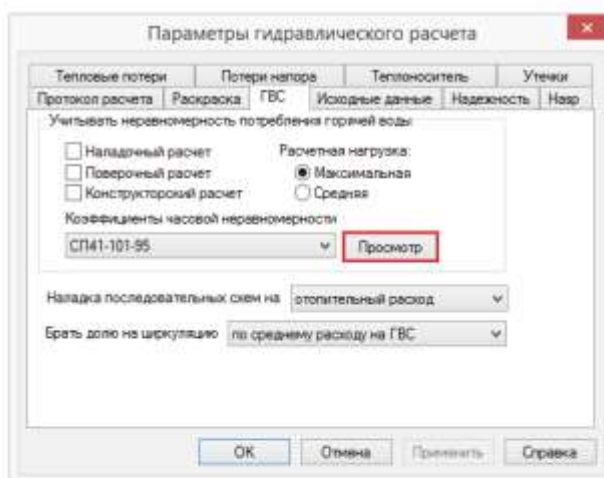

Рисунок 20.29. Диалог настройки расчетов. Вкладка «ГВС»
3. Далее нажмите кнопку Настройки, откроется диалог настройки расчетов для выбранного слоя (смотрите Рисунок 20.29. «Диалог настройки расчетов. Вкладка «ГВС»»).